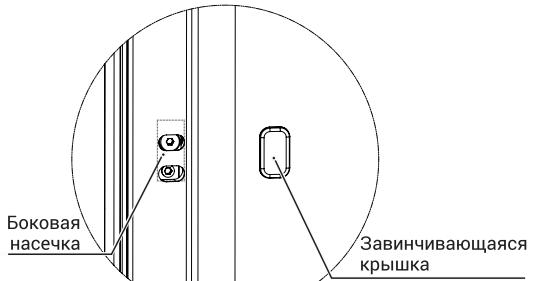

Рис. 15
3. Установите заглушки на отверстие регулировочных винтов.(рис.15)